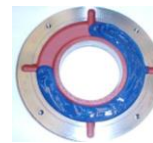

Figura 7.7: Anel de fixação externo do mancal
- Preencher $\frac{3}{4}$ do depósito dos anéis de fixação interno e externo com a graxa recomendada (Figura 7.7) e lubrificar o rolamento com quantidade suficiente de graxa antes de montá-lo;